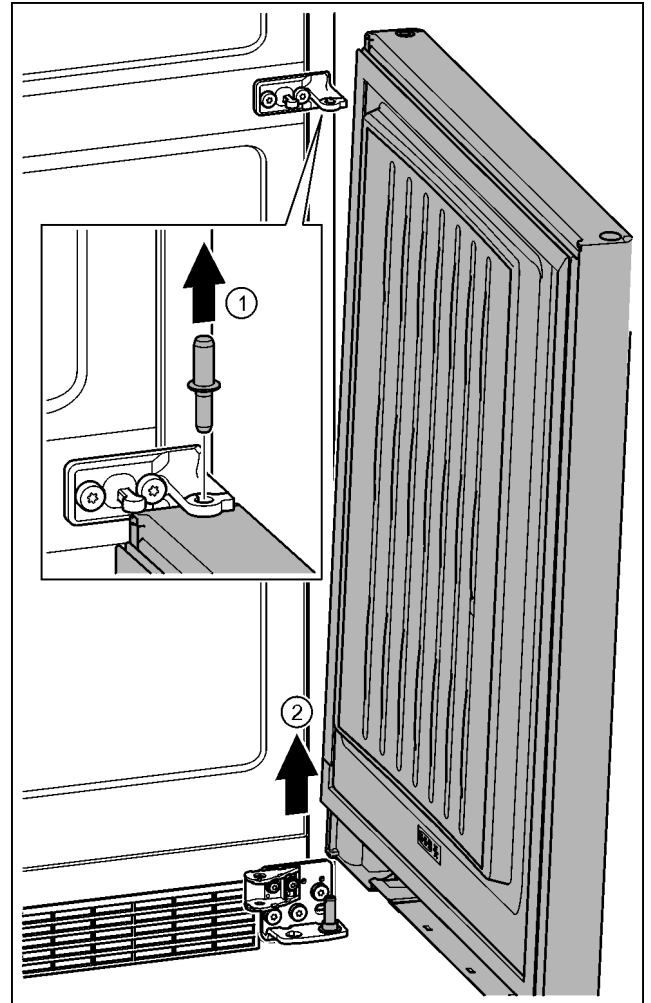

Fig. 24
- ▶ Bouten vanaf de bovenkant eruit trekken. *Fig. 24 (1)*
- ▶ Deur naar buiten draaien, naar boven trekken en aan de zijkant stellen. *Fig. 24 (2)*